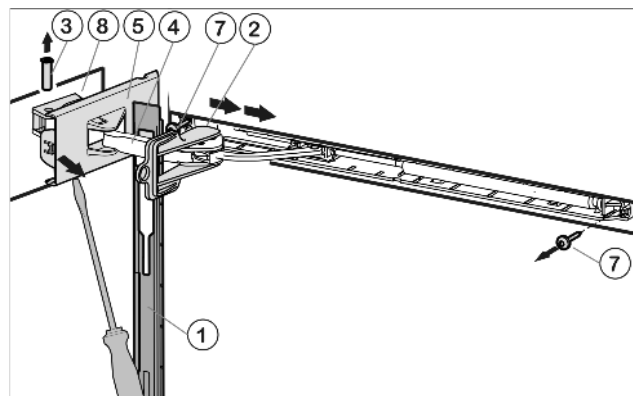

Fig. 5
- ▶ Сдвиньте накладку над амортизационной скобой Fig. 5 (4) в направлении устройства вперед.
- ▶ Зафиксируйте предохранитель Fig. 5 (2) их комплекта поставки в продольном пазе.
- ▶ Отсоедините крышку Fig. 5 (5) со стороны шарнира с помощью отвертки до первого фиксатора.
- ▶ Выдавите палец Fig. 5 (3) снизу.
- ▶ Нажмите амортизационную скобу Fig. 5 (4) в направлении дверцы.
- ▶ Полностью отсоедините и снимите крышку Fig. 5 (5) со стороны шарнира.
- ▶ Снимите накладку Fig. 5 (1).
- ▶ Открутите узел амортизатора закрытия дверцы (2 шт. Torx® 15) Fig. 5 (7).
- ▶ Открутите опорную деталь *Fig. 5 (8)* и прикрутите ее снова с поворотом на 180° на противоположную сторону. При необходимости просверлите отверстия или используйте аккумуляторную отвертку.